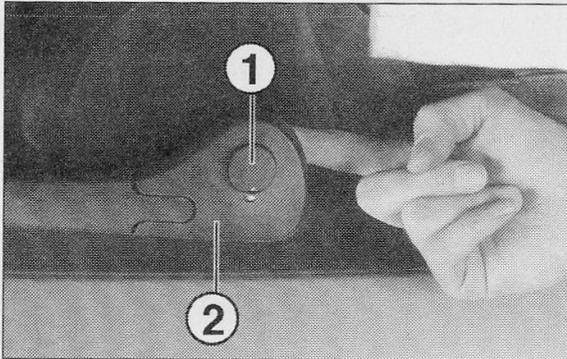

FIGURE 8-27
- l'ergot (1) en passant un doigt derrière le bras d'essuie-vitre (figure 8-27).